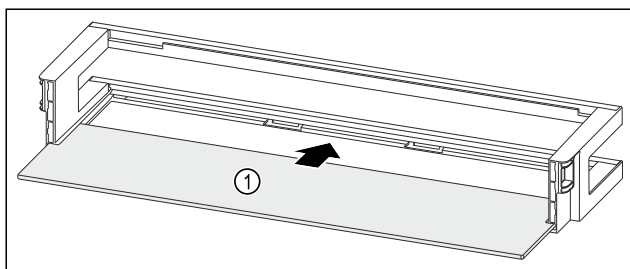

Fig. 232 Дверная полка со съемной полкой
- Вдвиньте съемную полку Fig. 232 (1) в боковые пазы.